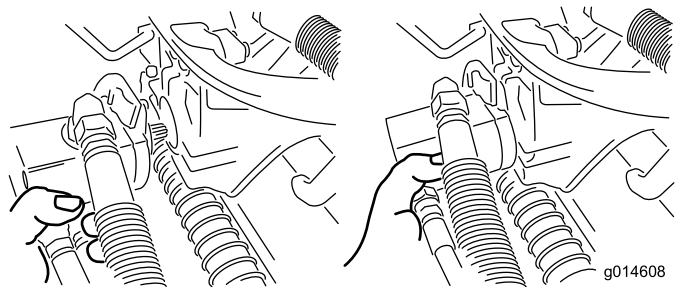

Figura 51
3. Spostate il motore in posizione di stoccaggio davanti al braccio di sospensione (**Figura 51**).